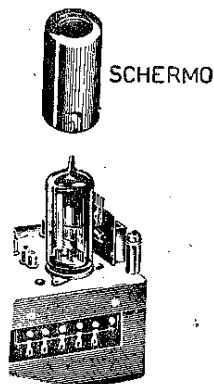

Fig. 111
**328** Provare a schermare le valvole oscillatrici e di MF per mezzo degli appositi schermi in alluminio (fig. 111).